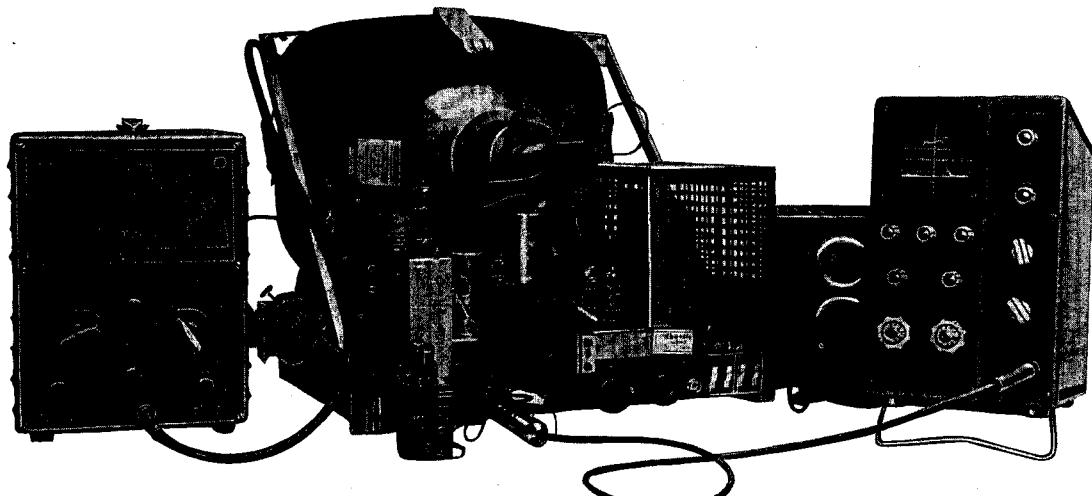

Bild 5 Gesamtmeßanordnung für ZF-Abgleich
Bild 5 zeigt die notwendige Meßanordnung mit Wobbler, Oszilloskop und dem zu prüfenden Fernseh-Chassis: Zur Inbetriebsetzung geht man zweckmäßig in folgender Weise vor:
- HF-Ausgangsspannung des Wobblers der Mischröhre des Empfängers zuführen. Hierzu benutzt man das zugehörige HF-Kabel und die Aufblaskappe. Die näheren Einzelheiten sind auf dem Bild 5 zu erkennen.